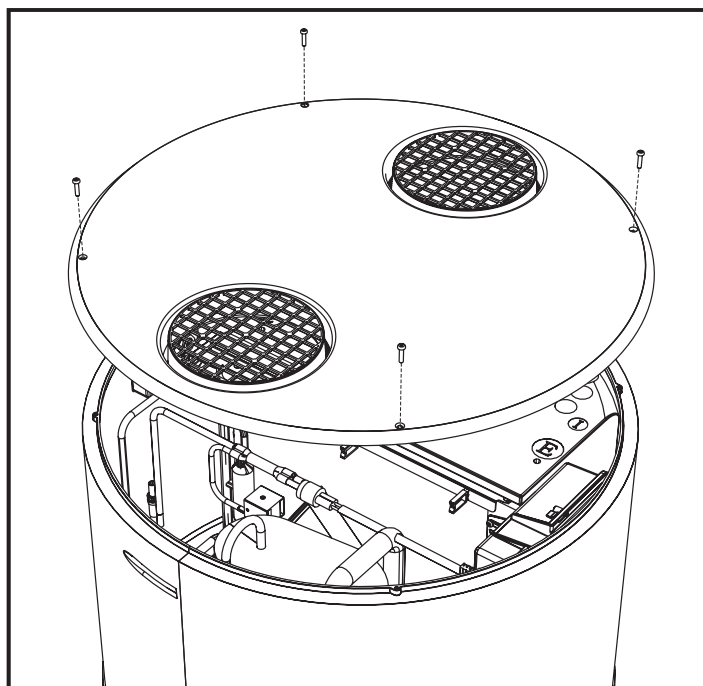

fig. 29- Borttagning av övre kåpa
- Ta bort den övre kåpan genom att först lossa låsskruvorna (fig. 29).